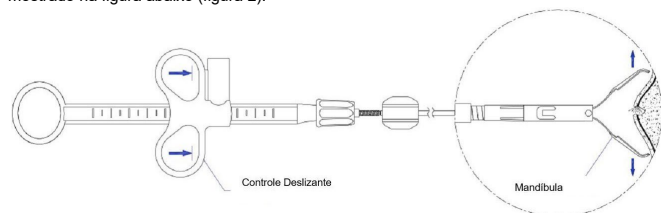

Figura 2
16.2.2. Após a inserção do clip, para abri-lo mova o controle deslizante distalmente (figura 2).
16.3.1. Os movimentos de abertura e rotação do aparelho permitem que as mandíbulas do clipe se ajustem na melhor posição para apreender e fechar a área a ser tratada. Para abrir o clipe, mova o controle deslizante distalmente (para longe do anel do polegar), conforme mostrado na figura abaixo (figura 2):